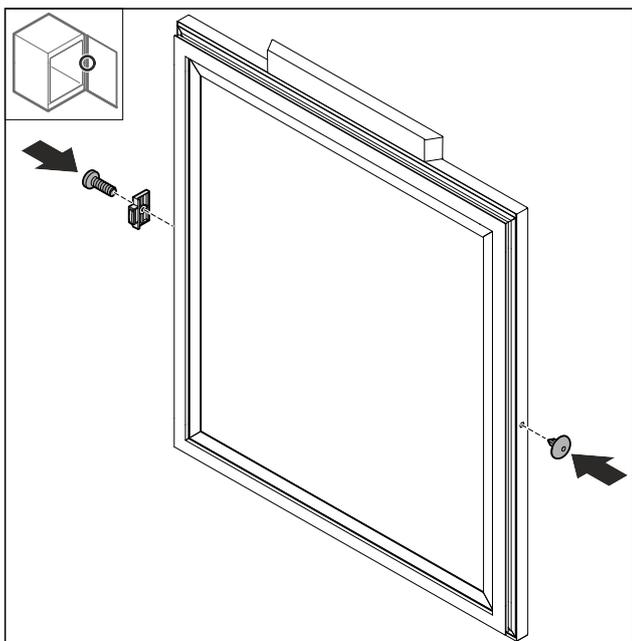

Fig. 73
- ▶ Namontujte zarážku dverí Fig. 73 (1) otočenú o 180° na opačnej strane.
- ▶ Nasadte kryt Fig. 73 (2) na opačnej strane.